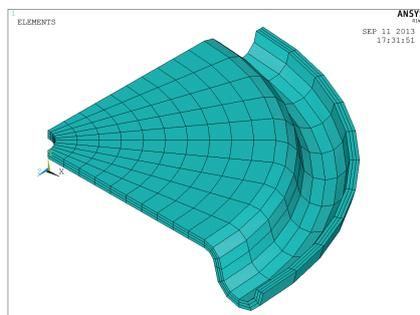

图 5-100 通过映射面网格延伸体得到的网格
(18) 选择【Main Menu】/【Preprocessor】/【Modeling】/【Operate】/【Exclude】/【Areas】/【About Axis】命令，出现拾取对话框，在视图中拾取面，单击  按钮，再次出现拾取对话框，在视图选取关键点“6”“9”，单击  按钮，弹出【Sweep Areas about axis】对话框，在【Arc length in degrees】选项中设置“90”，单击  按钮。单击屏幕右侧视图查看集中的正等轴测视图按钮 ，系统显示如图 5-100 所示的模型显示。